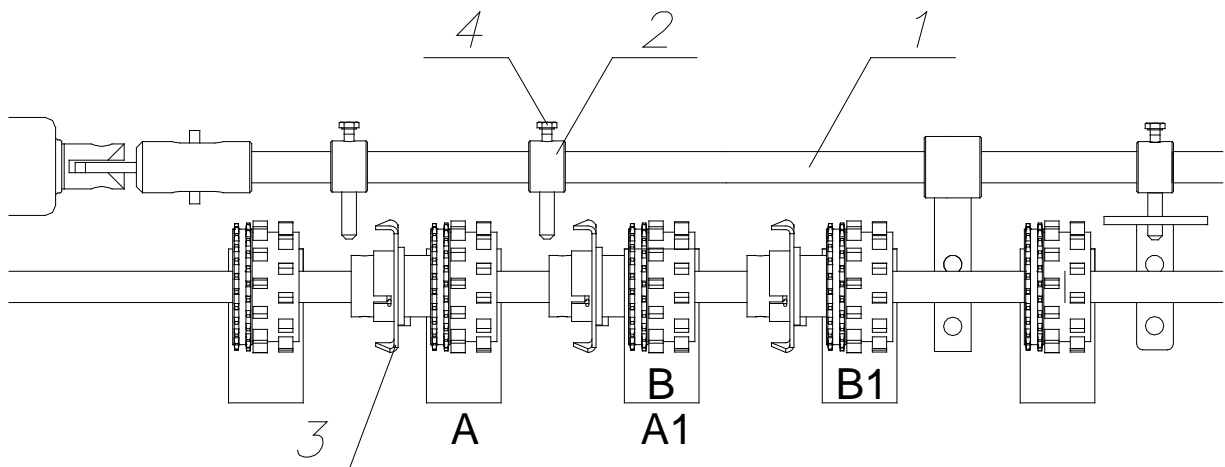

Abb. 22 Einstellung der Position des Steuerhebels für die Saatgutaussaat
Um den korrekten Betrieb der Elemente der elektrischen Fahrgassenschaltung sicherzustellen, ist es notwendig, das System sauber zu halten und von Zeit zu Zeit den korrekten Betrieb zu überprüfen. Die Steuerwelle (1) sollte ungehindert auf den Führungen gleiten (Abb.22). Die Einstellung erfolgt durch die Veränderung der Position der Sperrhebel (2). Die Hebel sollten sich gleichmäßig in die maximal linke und rechte Position verschieben, wobei alle einen gleichen Abstand zum Sperrrad (3) haben müssen. Falls die Abstände sich voneinander unterscheiden, müssen Sie die Lage des Hebels (2) durch Lösen der Feststellschraube (4) und die Verschiebung des Hebels korrigieren.